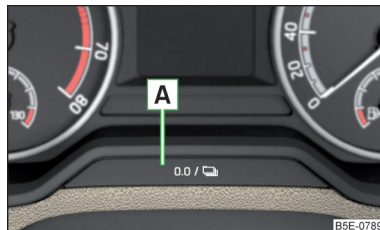

Fig. 38
El contador puede ponerse a cero pulsando la tecla **A** » fig. 38 de la pág. 52 o en el infotainment en el menú **CAR** / → → **Cuadro de instrumentos**.
- » Mantenga pulsada la tecla **A** » fig. 38 hasta que se muestre en la pantalla el punto de menú **Hora**.